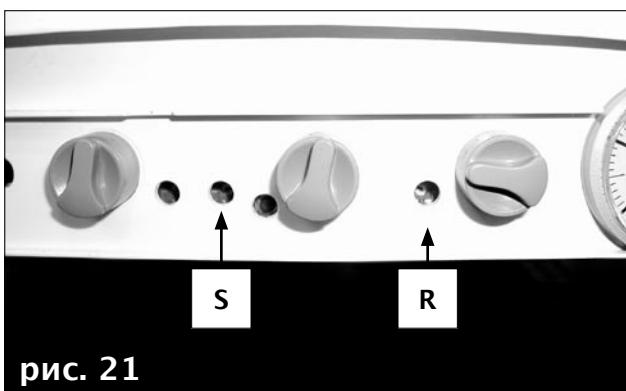

рис. 21
- потенциометр регулирования максимальной тепловой мощности отопления R (рис. 21) установить на максимум (вращением по часовой стрелке);
- переставить регулятор Р ACC (поз. S на рис. 21) в промежуточное положение и после завершения режима тестирования проверить правильность и бесшумность розжига горелки: в противном случае уменьшить или увеличить давление розжига регулятором Р ACC (вращать по часовой стрелке для увеличения давления, и против часовой стрелки – для уменьшения);